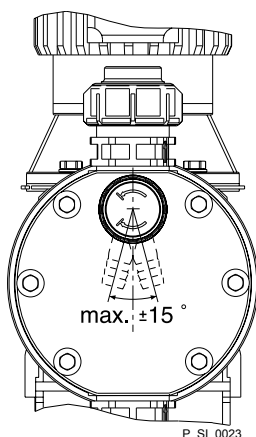

Fig. 17 : Sens admissible de la soupape de décharge
- C'est pourquoi la conduite de trop-plein doit être posée systématiquement en position descendante et la douille doit toujours être orientée vers le bas - voir Fig. 17 .